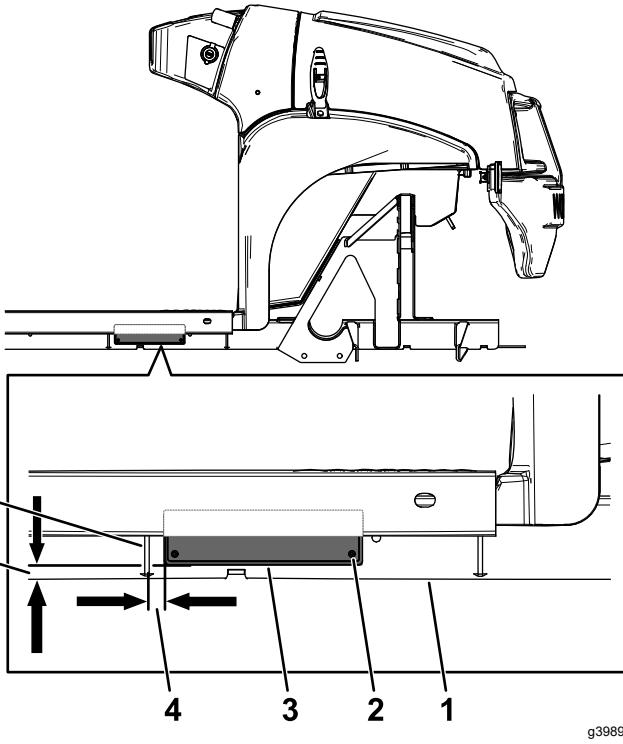

Рисунок 6
1. Установите табличку с заводским номером с помощью 4 закладных заклепок (3 x 10 мм) в месте, показанном на Рисунок 6.